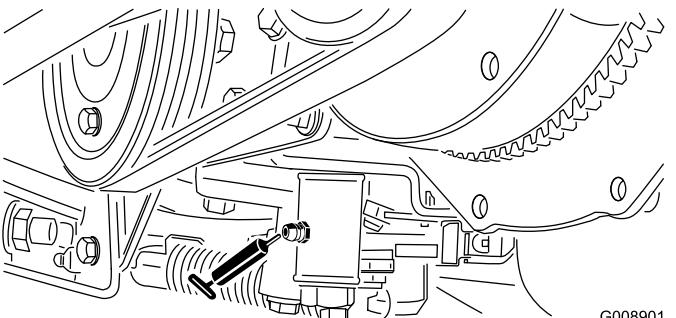

Figura 38
- Mecanismo de ajuste neutro (Figura 38)